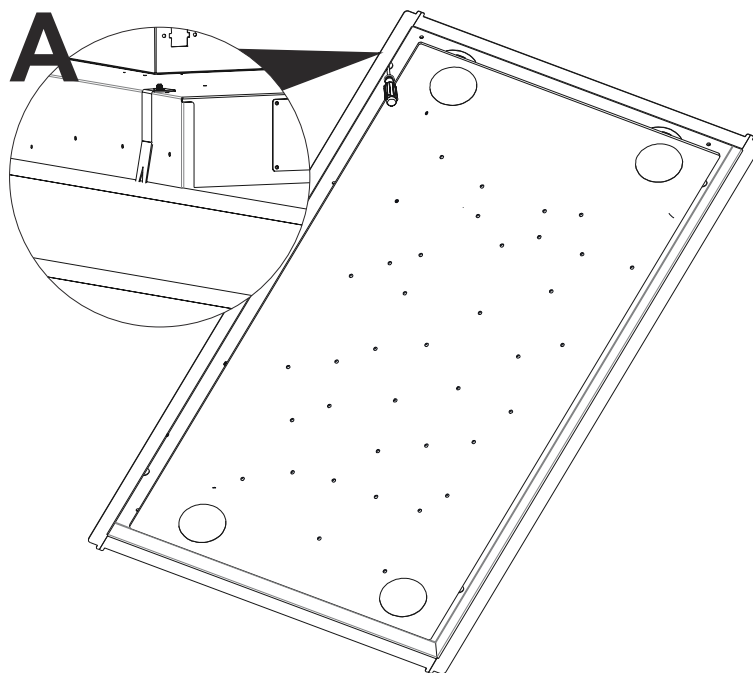

Fig. 14
8. ➔ Skru nu på de 4 skruer, som vil stramme beslagene og stramme emhætten fast på overfladen. (Fig. 14).
Vær opmærksom på at emhætten er tæt og plan med loftet (Fig. 14/A).